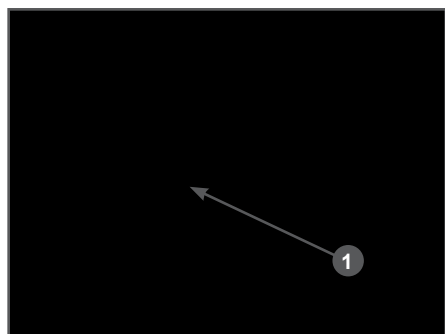

Рис. 25 Расположение пробки отверстия для добавления смазки в редуктор
- Извлеките из корпуса редуктора пробку 1 (Рис. 25).